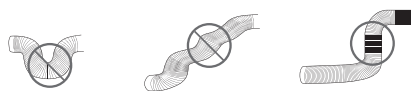

Рис. 3
5. При подсоединении шланга-воздуховода и изменении его длины не допускайте провисаний и изгибов (см. Рис. 3).